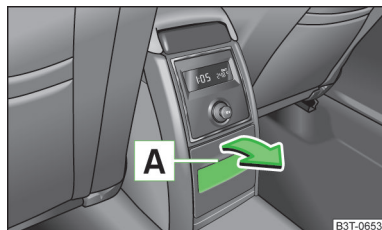

Fig. 95
► Tire de la parte superior de la cavidad **A** » fig. 95 y abra el compartimento en el sentido de la flecha.